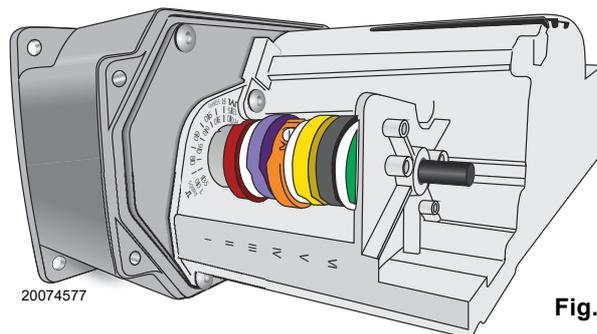
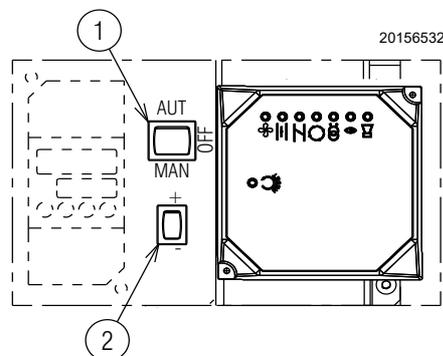

Fig. 29
Fig. 30
Le servomoteur (Fig. 29) règle simultanément le volet d'air et par le biais de la came mécanique à profil variable, le papillon des gaz. Il effectue une rotation de 90° en 30 s.
Mettre le sélecteur 1)(Fig. 30) en position «MAN».
- mettre l'interrupteur 1) de (Fig. 30) en position «OFF» et attendre que l'appareil effectue la phase d'extinction;
Le réglage de l'air est effectué en modifiant l'angle de la came III) (Fig. 29) et au moyen du sélecteur 2)(Fig. 30). Pour le réglage de la came du servomoteur, voir Fig. 33 A).
Dans la description précédente, le brûleur est resté allumé, fonctionnant à la puissance minimale. Appuyer maintenant sur le bouton 2)(Fig. 30 à la page 28) «augmentation de puissance» et le maintenir enfoncé jusqu'à ce que le servomoteur ait ouvert le volet d'air et le papillon gaz.
Le réglage de l'air est effectué en modifiant l'angle de la came I)(Fig. 29 à la page 27) et au moyen du sélecteur 2)(Fig. 30 à la page 28). Pour le réglage de la came du servomoteur, voir Fig. 33 A).
Appuyer sur le bouton 2)(Fig. 30 à la page 28) «Diminution de puissance» et le maintenir enfoncé jusqu'à ce que le servomoteur se mette (Fig. 33 B) sur le réglage effectué en usine: voir Tab. K à la page 27 et en réglant en conséquence le volet d'air 5) et le papillon gaz 4)(Fig. 32 à la page 29).
Le réglage de l'air est effectué en modifiant l'angle de la came III) du servomoteur (Fig. 29 à la page 27) et au moyen du sélecteur 2)(Fig. 30 à la page 28). Pour le réglage de la came du servomoteur, voir Fig. 33 A).
Après avoir réglé la puissance maximale et minimale du brûleur, on effectue le réglage du gaz sur plusieurs positions intermédiaires du servomoteur. Le passage d'une position à la suivante est obtenu en maintenant le bouton 2) enfoncé sur le symbole (+) ou (-) (Fig. 30 à la page 28). Appuyer légèrement sur le bouton 2)(Fig. 30 à la page 28) «Augmentation de puissance» afin que le servomoteur tourne d'environ 20°, voir index gradué servomoteur Fig. 33 B) et index gradué volets d'air 5)(Fig. 32 à la page 29).
Éteindre le brûleur en agissant sur l'interrupteur 1)(Fig. 30), position OFF, désolidariser la came mécanique 1)(Fig. 32) pour séparer les engrenages du servomoteur, en appuyant et en déplaçant le bouton 3) vers le bas(Fig. 33 D) et vérifier plusieurs fois en tournant manuellement la came mécanique 1)(Fig. 32) en avant et en arrière que le mouvement est souple et sans points durs.